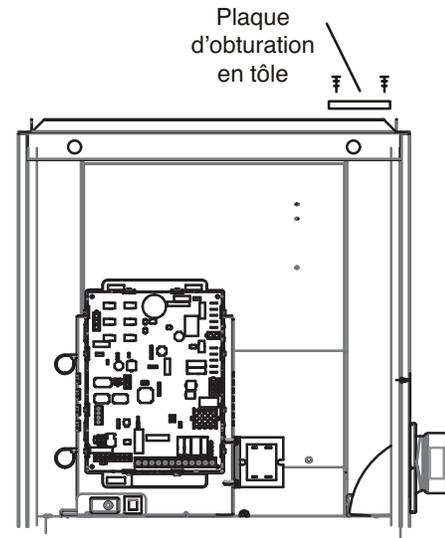

FIGURE 20
- 8 - Réutiliser la plaque de raccordement pour couvrir le trou dans le capuchon supérieur. Voir la FIGURE 20. Retirer les 2 vis qui fixent le capuchon supérieur sur l'appareil sur le côté droit et les réinstaller en fixant le bord droit de la plaque de raccordement et le côté droit du capuchon supérieur sur l'appareil. Utiliser 2 vis à tôle auto-taraud (fournies) pour terminer de fixer du bord gauche de la plaque de raccordement sur le côté gauche.